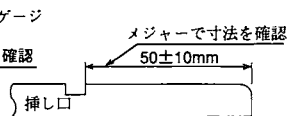

図67 挿し口端面から溝までの距離の確認
- ② 図67のように溝と挿し口端面の距離が挿し口全周にわたって $50\pm 10\text{mm}$ の範囲内であることを確認する。